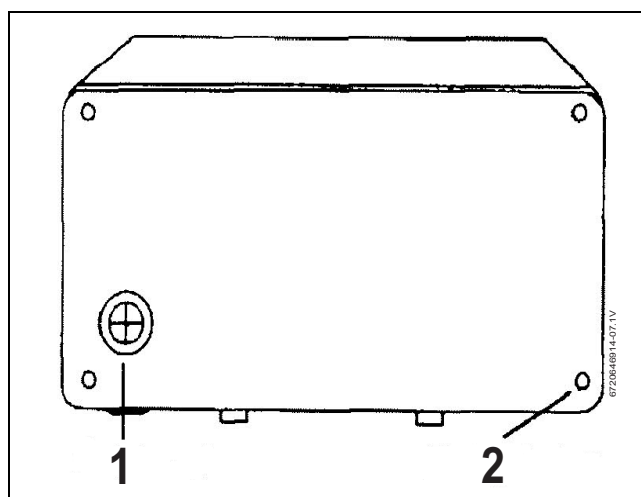

Fig. 8 Parte posterior de la unidad
- Si va por la parte posterior de la cubierta de la unidad, corte a través del ojal de la placa trasera con un cuchillo afilado. Asegúrese de no retirar la arandela de la placa posterior (Fig. 8):